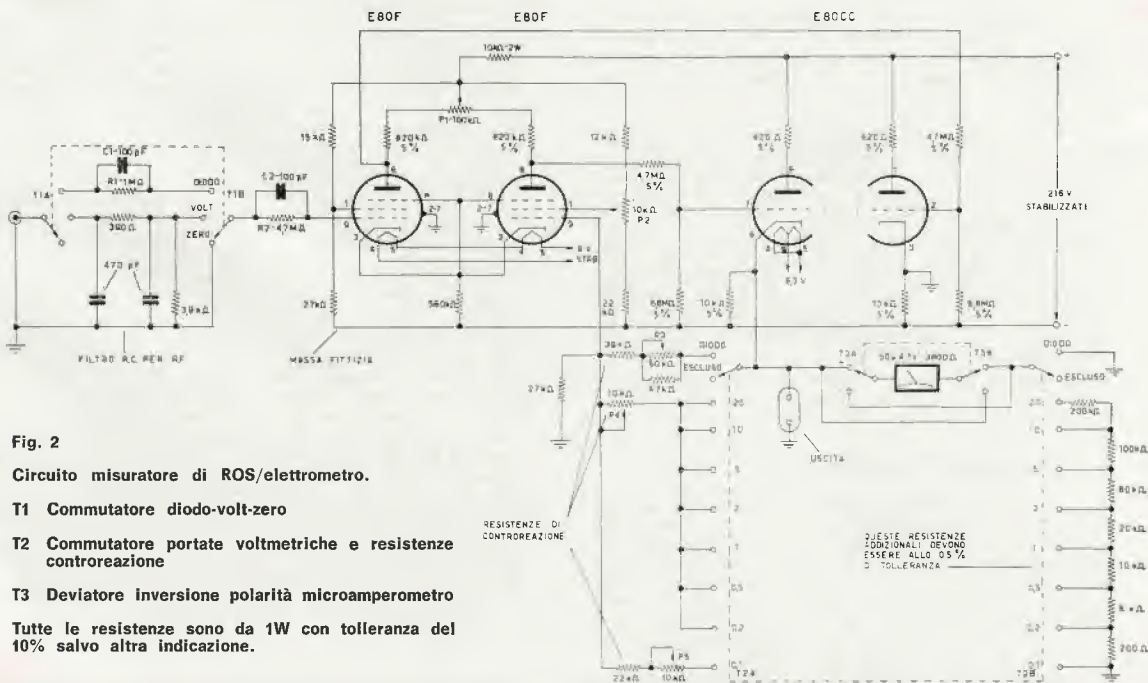

Fig. 2
Comprende una commutazione di funzione per adattare lo strumento all'impiego desiderato e un gruppo di filtri (T1 - fig. 2). Quando il misuratore viene impiegato come misuratore di R.O.S. (posizione « diodo ») viene inserito un filtro RC passa basso formato dalla resistenza da 390 Ω e da due condensatori da 470 pF (fig. 2), avente la sopracitata funzione di arresto per la radio frequenza. Come misuratore di R.O.S. l'impedenza di ingresso è di 4.300 Ω per adattare la bassa impedenza del diodo (1N23B) impiegata nella linea fessurata coassiale.
Quando il misuratore viene impiegato come elettrometro (posizione « volt ») la sua impedenza di ingresso diventa superiore a 10.000 M Ω (per 1 V f.s.) e i due gruppi R1C1 ed R2C2 (fig. 2) hanno la funzione di impedire eventuali autooscillazioni.
tramite le corrispondenti griglie. Uno di questi due catodi è collegato direttamente a massa mentre sull'altro fanno capo il circuito di uscita e quello di controreazione (fig. 2). Pertanto la tensione amplificata presente sul catodo in parte viene mandata direttamente all'uscita e in parte viene portata nell'amplificatore tramite la griglia g1 della seconda E80F, realizzando la controreazione. La controreazione stessa è tanto più forte quanto più grande è la frazione di tensione amplificata riportata nell'amplificatore e perciò tanto più piccola è la resistenza interposta tra il catodo della prima sezione della E80CC e la griglia
g1 della seconda E80F (fig. 2). Il guadagno dell'amplificatore viene pertanto variato regolando il valore della suddetta resistenza (potenziometri P3, P4, P5). Il potenziometro P3 è posto sul pannello frontale e viene inserito nella posizione « diodo » (commutatore T2 - fig. 2) cioè quando lo strumento viene utilizzato come misuratore di R.O.S. e ha la funzione di variane la sensibilità in modo fine (da 60 mV a 85 mV). Come già detto nella precedente pubblicazione (C.D. 6-65), la regolazione fine della sensibilità permette una facile messa a fondo scala del microamperometro indicatore quando la sonda della linea coassiale fessurata è stata messa su un massimo di tensione a radio frequenza.
I potenziometri P4 e P5, posti sul pannello posteriore, hanno la funzione di tarare le portate voltmetriche di 0,1 V e 0,2 V - 20 V rispettivamente e vengono inseriti nella posizione « volt » (commutatore T2 - fig. 2). La loro regolazione deve essere quindi semifissa.
bilità dell'amplificatore e contribuisce a utilizzarne l'impiego anche per tensioni di ingresso (da misurare) relativamente alte (20 V). La possibilità di leggere direttamente tensioni di questa entità è data inoltre dal fatto che tutti i punti « freddi » di ritorno dei circuiti di griglia, di placca e di catodo uniti fra loro e collegati al negativo dell'alimentatore stabilizzato che dà 216 V, non sono collegati direttamente a massa. Questa massa « fittizia » (fig. 2) è infatti « sospesa » rispetto alla massa « effettiva » per una tensione di 54 V.
(*) La tensione in ingresso viene inserita tra la griglia g della prima E80F e la massa « effettiva ». Analogamente la tensione in uscita, cioè quella che va al microamperometro tramite le resistenze addizionali, viene misurata tra il catodo della prima sezione triodo della E80CC e la massa « effettiva » (fig. 2).
Il circuito di uscita è formato da un circuito di lettura delle tensioni presenti sul catodo della prima sezione della E80CC e da un circuito che regola automaticamente la contoreazione necessaria per avere l'amplificazione desiderata, come descritto più avanti, a seconda del fondo scala (fig. 2).
Il microamperometro collegato in modo da invertirne rapidamente la polarità ha le seguenti caratteristiche: resistenza bobina mobile 3.800Ω , $50 \mu\text{A}$ e 190 mV f.s. . Tra il catodo « sospeso » della E80CC e la massa « effettiva » è predisposta un'uscita (fig. 2) per altri strumenti sulle cui caratteristiche si è già parlato. Al fine di chiarire il principio di funzionamento del circuito di uscita esaminiamo ora a una a una le varie posizioni del commutatore T2 (fig. 2).
C) posizione 0,2 V - 20 V. La contoreazione è regolata da P4 (fig. 2) in modo da avere un guadagno 1. L'amplificatore riporta in uscita lo stesso segnale inviato in ingresso con la sola particolarità che in ingresso l'impedenza è altissima ($10.000 \text{ M}\Omega$ per il f.s. 1 V) mentre in uscita l'impedenza è all'incirca di 1.000Ω . La funzione assolta è quella del trasduttore di impedenza. In serie al microamperometro vengono poste quindi resistenze addizionali inseribili mediante T2B (fig. 2) per leggere le tensioni presenti sul catodo « sospeso » della E80CC. Usando un microamperometro (da $50 \mu\text{A f.s.}$) con bobina mobile avente resistenza inferiore a 3.800Ω vale quanto già detto per il punto A. Se la resistenza della bobina mobile fosse compresa tra 3.800Ω e 4.000Ω la resistenza da 200Ω di T2B (fig. 2) dovrebbe venire sostituita con un'altra il cui valore sommato a quello della bobina mobile dia 4.000Ω .